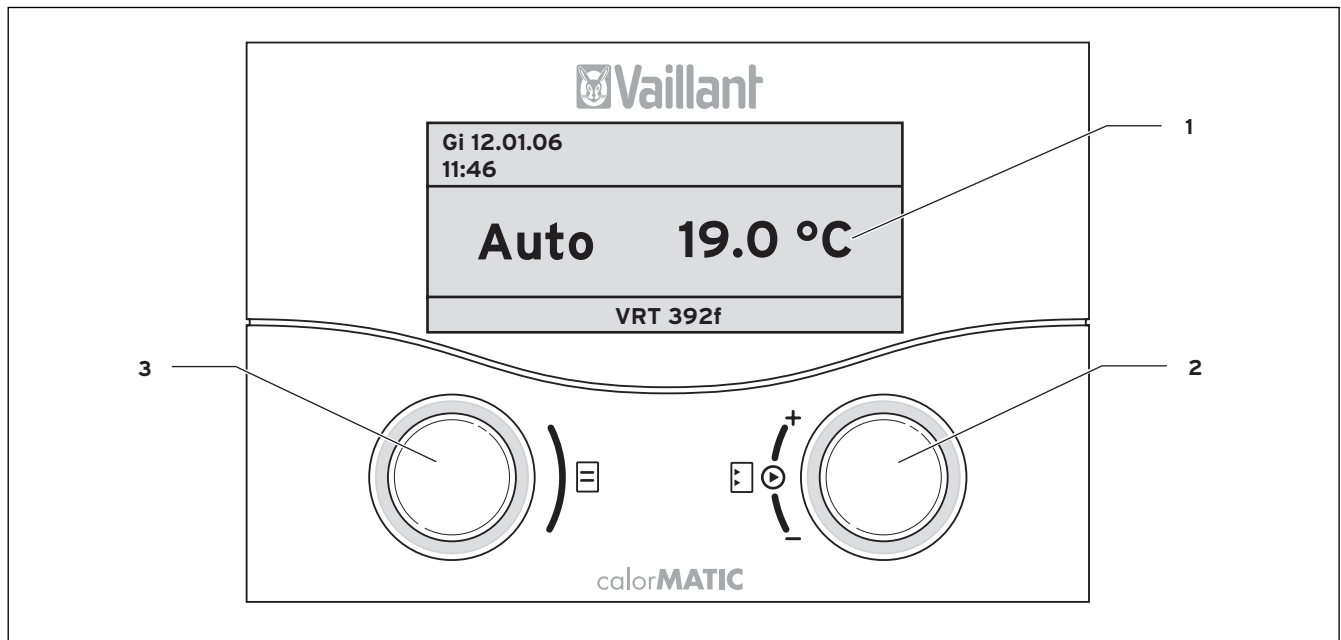

Fig. 4.1 Panoramica del pannello di comando e visualizzazione
I due selettori (fig. 4.1 pos. 2 e 3) funzionano secondo il principio del cosiddetto sistema Vaillant "Ruota e premi". Girando (in avanti o indietro), le manopole scattano percettibilmente nella posizione successiva. Ad ogni scatto, ci si sposta nel display di una posizione avanti o indietro.